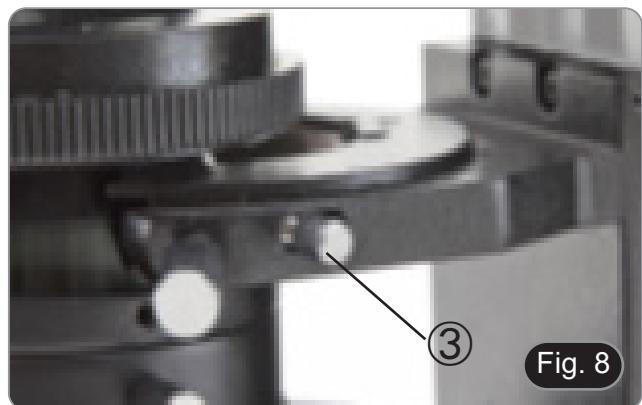

Fig. 8
4. Desserrer la vis de blocage du condensateur ③. (Fig. 8)
6. Serrer la vis de blocage du condensateur ③. (Fig. 8)